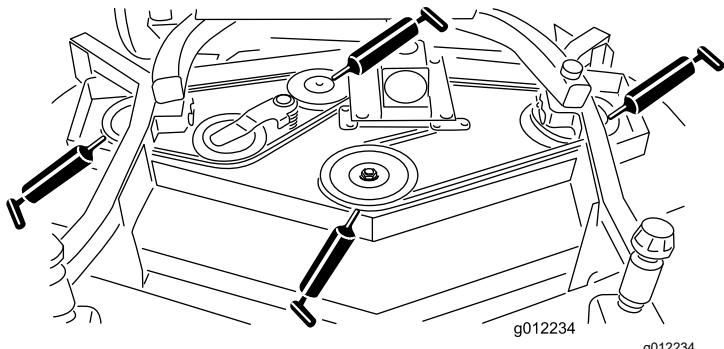

图20
- 锥轴轴承3个——位于皮带轮下方 图20
- 怠轮臂轴轴承 图20